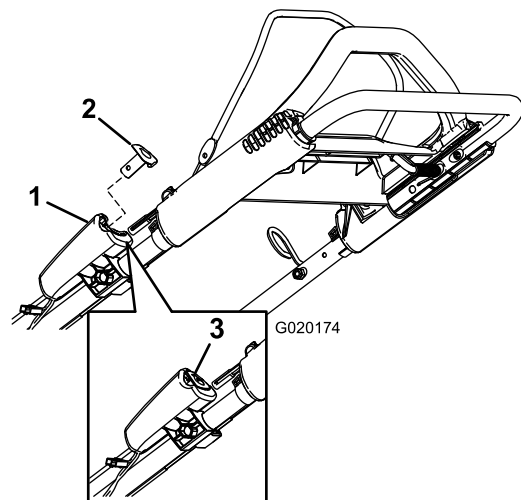

Bild 16
2. Drücken Sie die Elektrostarttaste, bis der Motor anspringt (Bild 16).
Hinweis: Wurde die Elektrostarttaste entfernt, setzen Sie sie in den Elektrostart ein, siehe Bild 16.